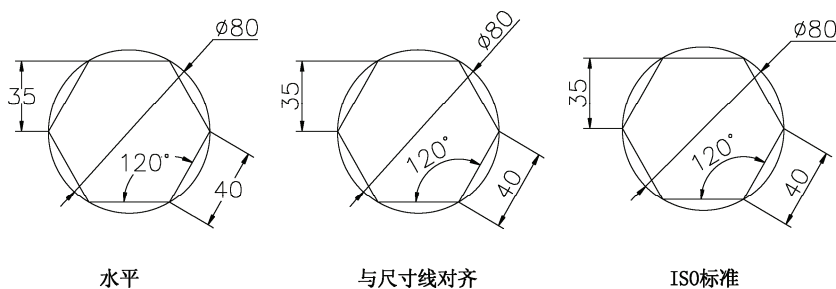

图 8-17 文字对齐效果示例
(1) 水平：文字一律水平放置。
(2) 与尺寸线对齐：文字方向与尺寸线平行。
(3) ISO 标准：当文字在延伸线内时，文字与尺寸线对齐；当文字在尺寸线外时，文字成水平放置。文字对齐效果示例如图 8-17 所示。